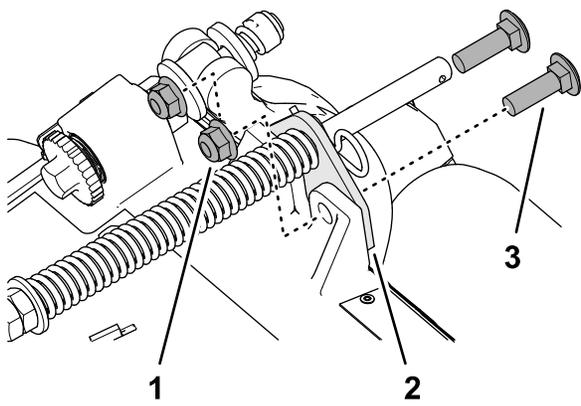

图 14
2. 拆下将草坪补偿支架固定到滚刀组架的 2 个凸缘锁紧螺母 $\frac{3}{8}$ 英寸和 2 个托架螺栓 $\frac{3}{8}$  x  $\frac{1}{4}$ 英寸图 14。